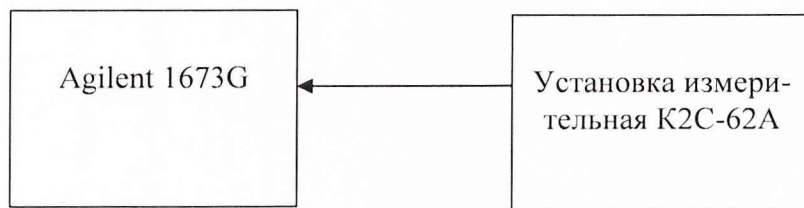

Рис. 8.3
8.3.3.1 Собрать схему согласно рис. 8.3.